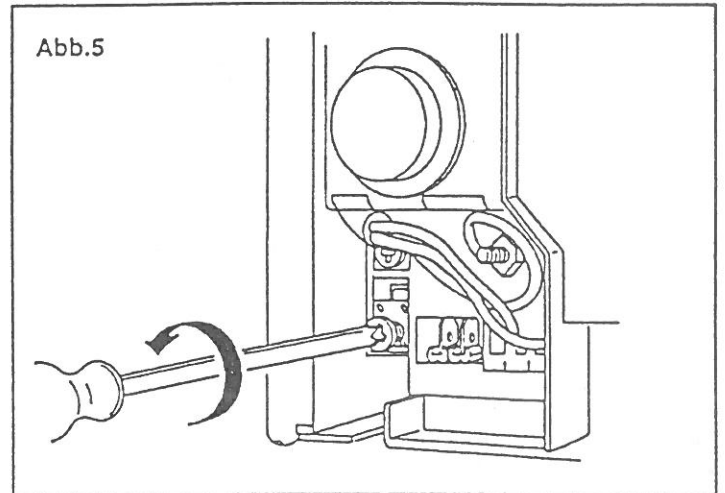

Abb.5
- den Kabelhalter (Abb.5) entfernen;